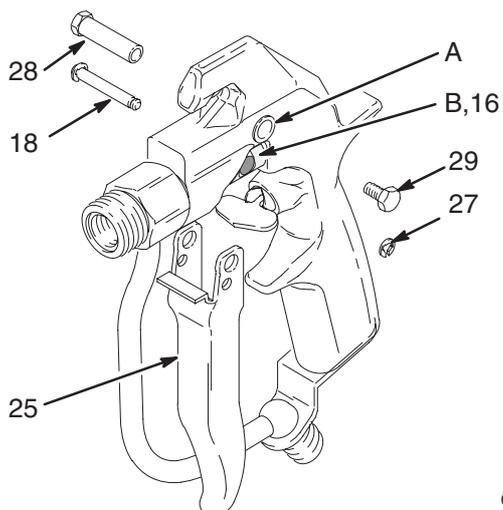

Fig. 20
8. Posicione o gatilho (25) no corpo da pistola. Insira o pino de articulação (28) no orifício de cima (A) e fixe com o parafuso (29) do lado oposto. Coloque uma anilha de freio (27) numa extremidade da cavilha do gatilho (18). Faça deslizar a cavilha pelos orifícios inferiores do gatilho e pela ranhura (B) no guia de mola (16) (rode o guia da mola de forma a alinhar, conforme necessário). Instale a outra anilha de freio (27). Ver Fig. 20.